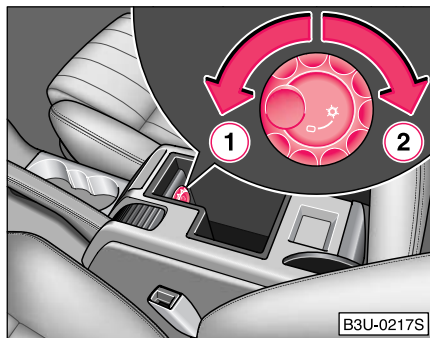

Fig. 96 Compartiment de depozitare: utilizarea răcirii
- Rotiți maneta de utilizare spre stânga în poziția finală ① ⇒ Fig. 96.